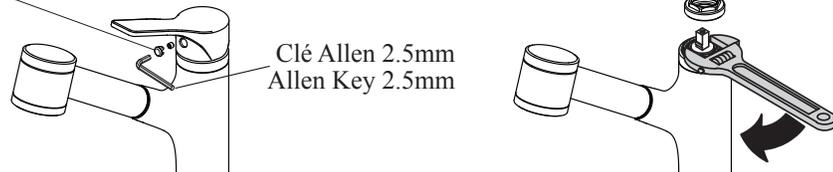

Fig. 11.1
- Serrer la **bague de réglage** à l'aide d'une clé à molette (fig. 11.1).
- Tighten the **regulating ring** using an adjustable wrench (fig. 11.1).